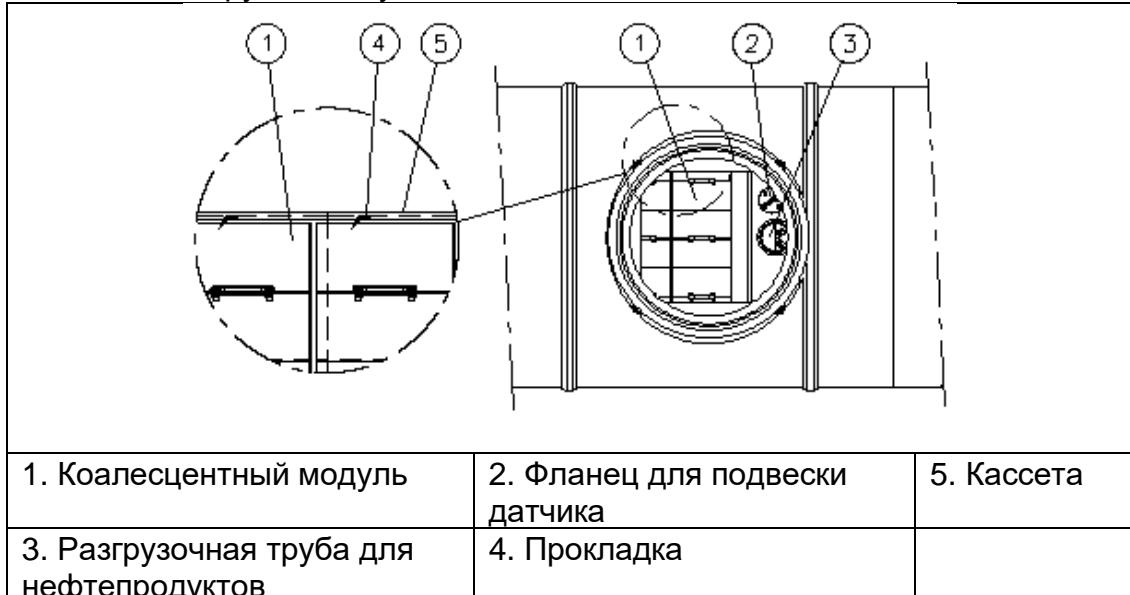

Рис. 6. Обслуживание отделителя.
13. При установке системы в местах среднего и тяжелого транспорта, для компенсации нагрузки, установите ж/б плиту и проложите асфальт. Смотрите рис. 6, а также инструкции по подземной установке на корпусе отделителя.
2. Откачайте отделившиеся нефтепродукты через разгрузочную трубу отделителя (см. рис. 6) и поднимите коалесцентные модули из отделителя.
1. Очистка коалесцентных модулей производится одновременно с полной разгрузкой отделителя (см. рис. 6). При помощи подъемника, через техколодец, поднимите первый коалесцентный модуль. Начинайте с коалесцентных модулей находящихся со стороны выходных патрубков и закончите коалесцентными модулями у входных патрубков.